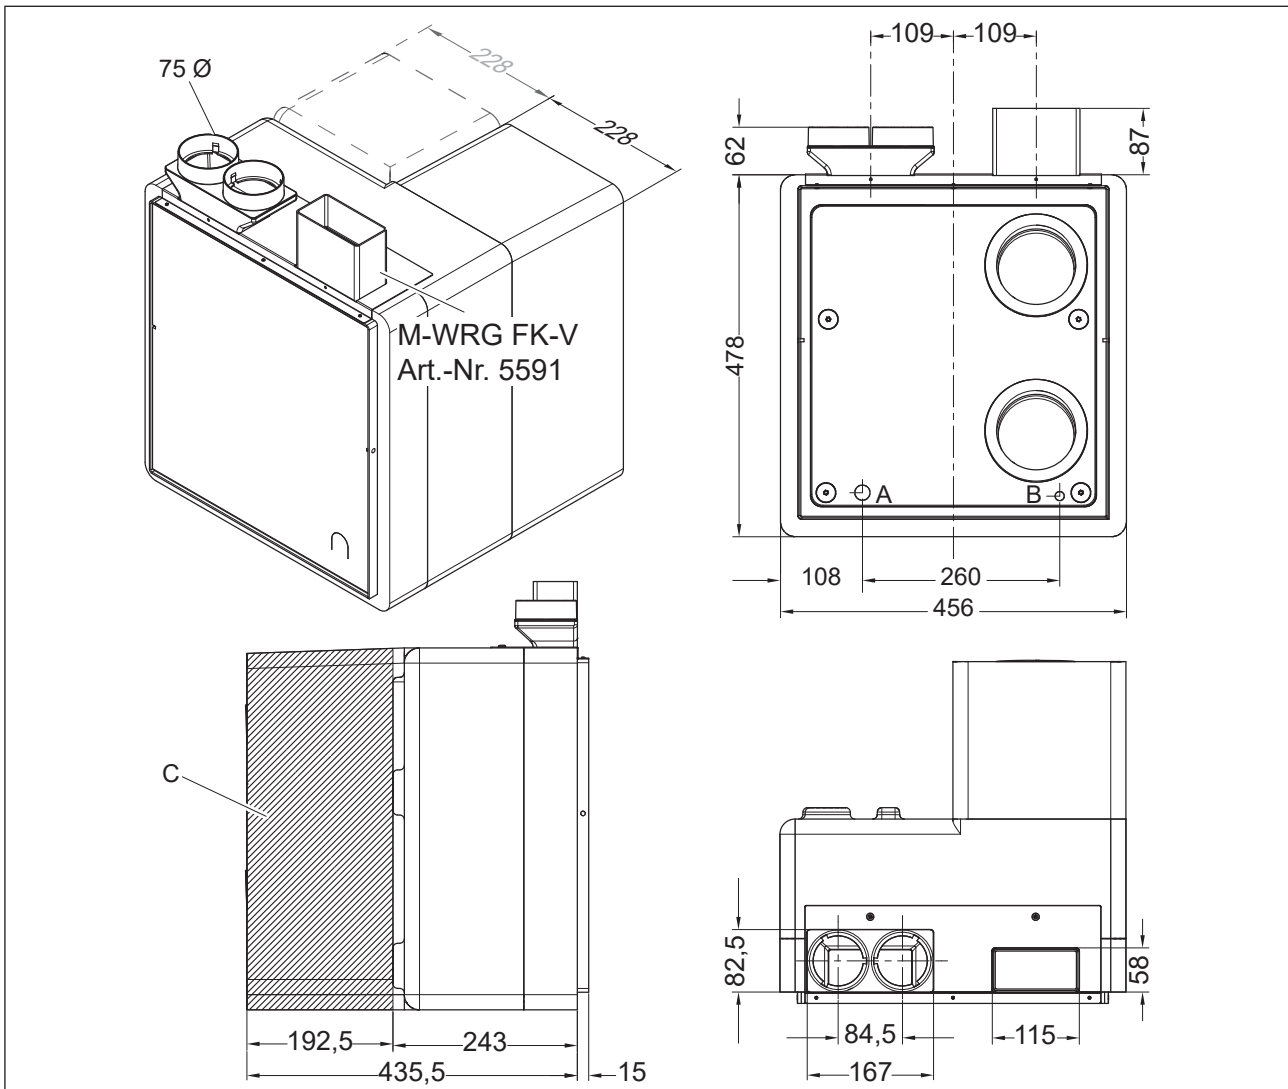

Abb. 8: Abmessungen des Montagesets mit optionalem Füllstück in Millimeter
- C Das Montageset kann um 192,5 mm auf min. 243 mm (ohne Putzrahmen) gekürzt werden. In die Öffnungen von Abluft und Zuluft können wahlweise zwei Flachkanalanschlüsse **oder** zwei Flexrohranschlüsse **oder** ein Flachkanalanschluss und ein Flexrohranschluss eingesetzt werden. Zur Darstellung der Bemaßungen von Flachkanal- und Flexrohranschluss wurde in Abb. 8 eine Konfiguration mit Flachkanal- (FK) und Flexrohranschluss (75 mm Durchmesser) gewählt.